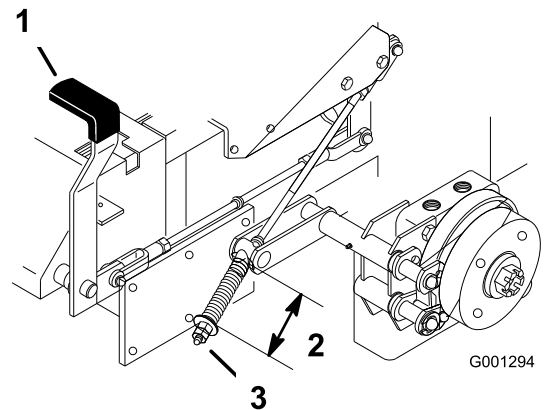

Figura 66
2. Mida la longitud del muelle. La medida debe ser de 64 mm entre las arandelas (Figura 66).
3. Si es necesario ajustarla, quite el freno de estacionamiento, afloje la contratuerca que está debajo del muelle y ajuste la tuerca que está directamente debajo del muelle (Figura 66). Gire la tuerca hasta obtener la medida correcta. Gire la tuerca en sentido horario para acortar el muelle y en sentido antihorario para alargar el muelle.